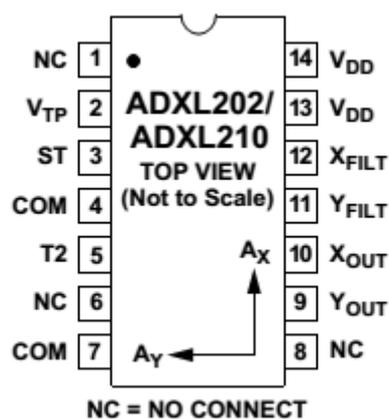

Figura 28: Configuração de pinos do ADXL202 [5]
A obtenção de tensão de saída proporcional à aceleração em cada um dos eixos podem ser obtidas nos pinos X_{FILT} (12) e Y_{FILT} (11), de acordo com a figura 28.